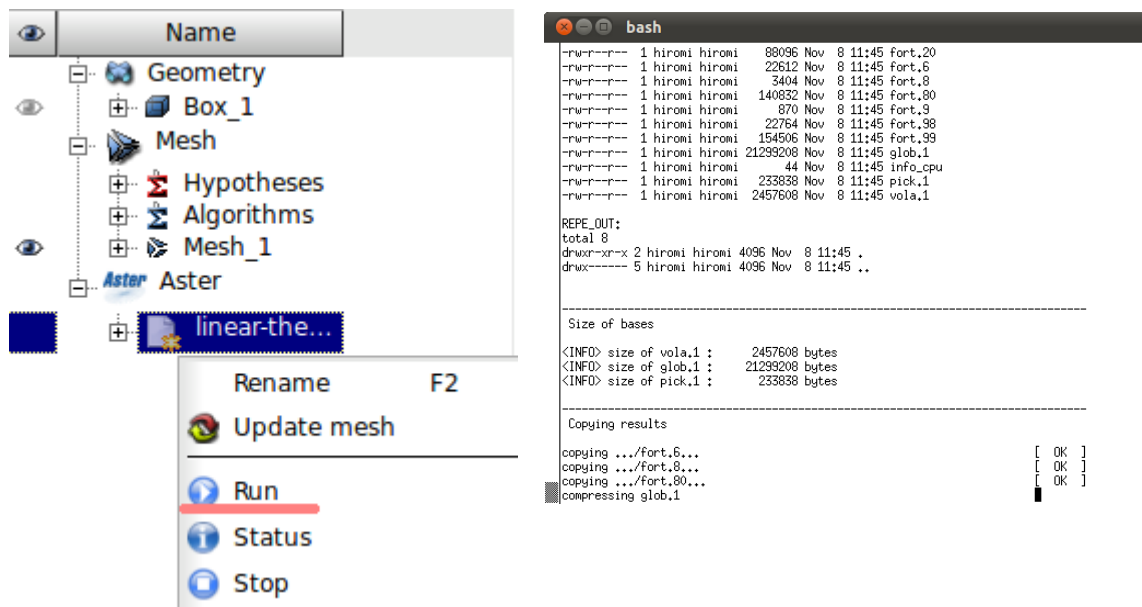

図 25 計算実行
④Object Browser 内の Aster>linear-thermic 上で右クリックし、「Run」を選択すると計算が始まる。(参照：図 25) 計算が収束すると、Object Browser の Aster の下に Post_Pro が表示される。